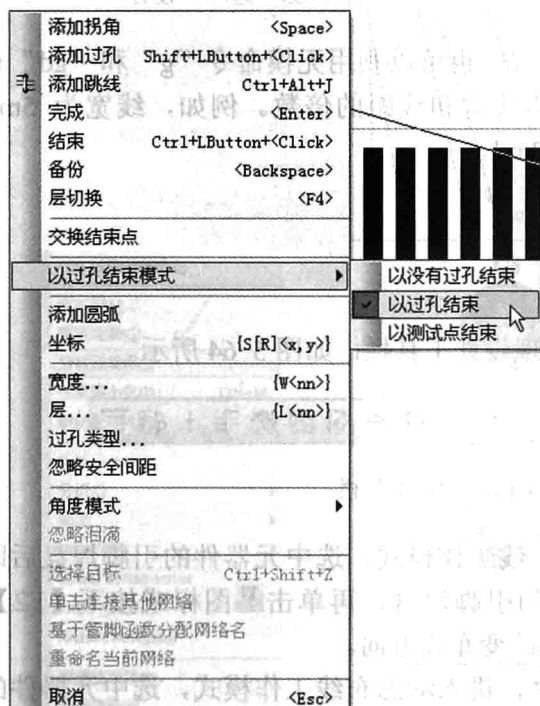

图 5-65 【以过孔结束】菜单命令
- 添加过孔。在布线过程中单击鼠标右键，在弹出的快捷菜单中选择【以过孔结束模式】→【以过孔结束】命令，如图 5-65 所示。在走线的过程中，按下【Ctrl】键后，在需要添加过孔的地方再单击鼠标左键即可完成过孔的添加。